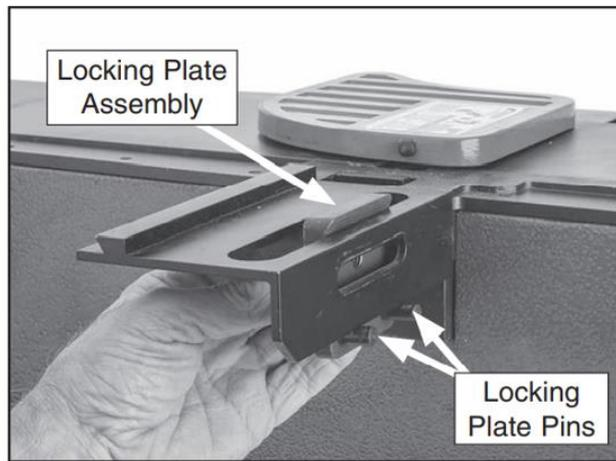

Рисунок 11. Установка стопорной пластины (в сборе).
2. Вставьте стопорную пластину в сборе в опору каретки таким образом, чтобы штифты стопорной пластины были прижаты к нижнему краю опоры каретки (см. рис. 11). Затем прикрепите рычаг блокировки каретки ограждения и скошенную шайбу размером 10 x 3,5 мм к блокирующей пластине в сборе, как показано на рисунке 12).